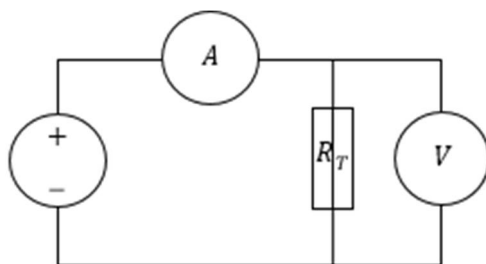
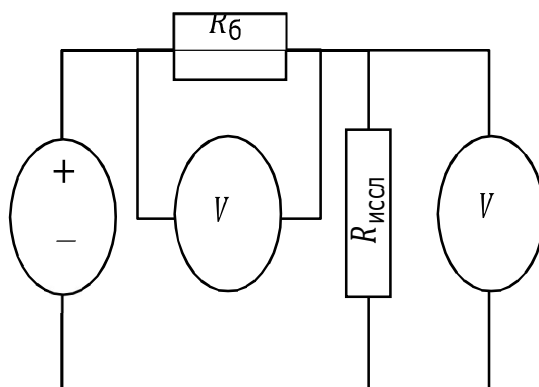

Рисунок 2.3 – Схема измерения ВАХ позистора
Рисунок 3.3 – Схема косвенного измерения ВАХ
5. Для измерения вольтамперной характеристики позистора в режиме само-разогрева собрать схему в соответствии с рис. 2.3.
1. Цель работы, схемы измерений (рис. 1.3, а и рис. 2.3).
Одним из наиболее информативных параметров стабилитрона и варистора является их вольтамперная характеристика. Она может быть измерена несколькими методами. Наиболее простой из них – прямой, схема которого приведена на рис. 2.3. При этом ток в цепи измеряется амперметром, подключенным к исследуемому элементу последовательно, а напряжение на элементе – вольтметром, подключенным к исследуемому элементу параллельно. Если измеряемые токи малы, то целесообразно использовать схему косвенных измерений, приведенную на рис. 3.3.
1. Включить стенд и мультиметры, установить мультиметр DT890B+ в режим амперметра постоянного тока, в диапазон «200 мА», а мультиметр M890C+ – в режим вольтметра постоянного напряжения, в диапазон «20 В». Собрать схему для измерения обратной ветви вольтамперной характеристики стабилитрона в соответствии с рис. 2.3 (прямым методом), при этом стабилитрон подключать, обязательно соблюдая полярность (черный провод – к источнику питания, красный – к заземлению).
4. Собрать схему для измерения обратной ветви вольтамперной характеристики стабилитрона в соответствии с рис. 3.3 (косвенным методом), при этом стабилитрон подключать, обязательно соблюдая полярность (черный провод – к источнику питания, красный – к заземлению).
1. Цель работы, схемы измерений (рис. 2.3 и рис. 3.3).